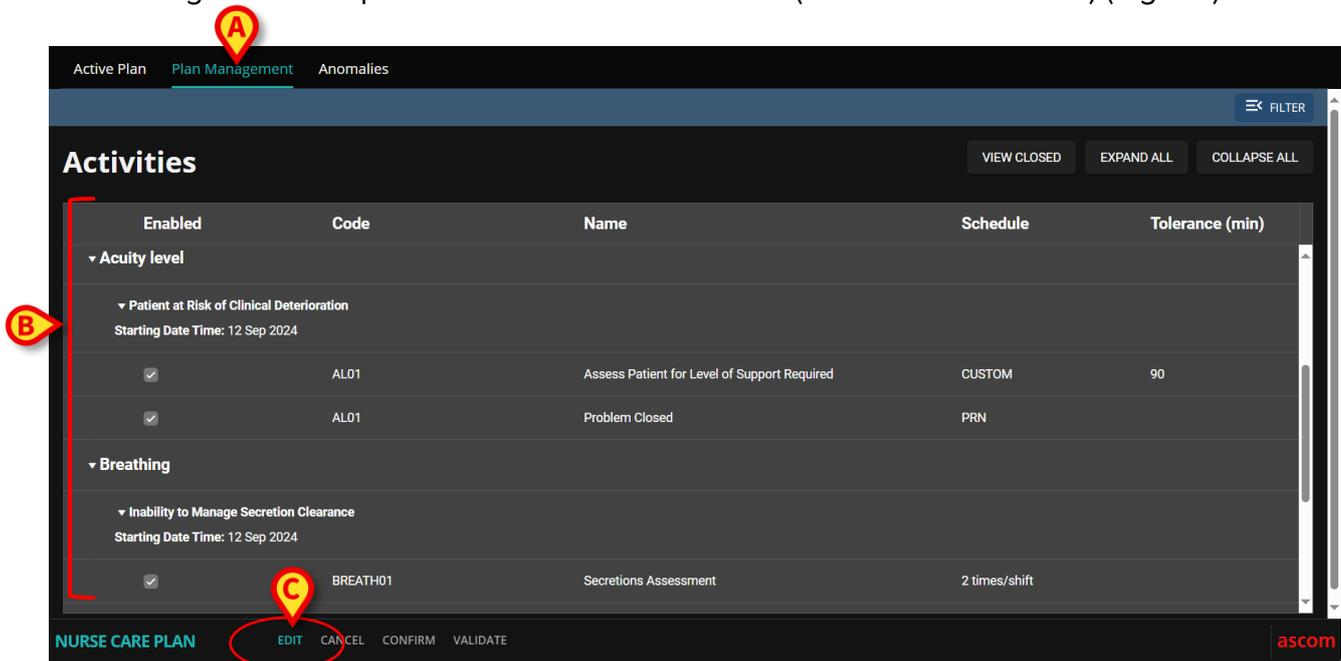

Fig 7
- Haga clic en la pestaña PLAN MANAGEMENT (GESTIÓN DEL PLAN) (Fig 7 **A**).
Aparece la pantalla "Plan Management" (Gestión del plan) (Fig 7). Las actividades ya presentes se enumeran en la página (Fig 7 **B**).
- Pulse el botón **Edit** (Editar) (Fig 7 **C**).
- 1) Acceda a la pantalla "Plan Management" (Fig 7).